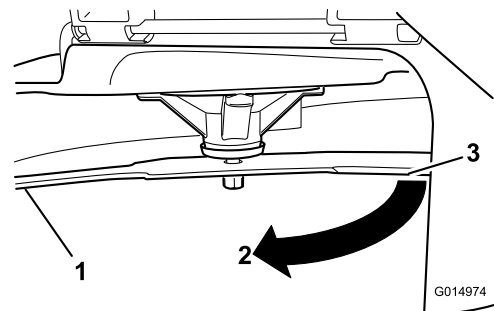

**Bild 61**
2. Tragen Sie dicke Handschuhe oder andere angemessene Handschuhe und drehen Sie das Messer langsam in eine Stellung, in der das Messen des Abstands zwischen der Schnittkante und der ebenen Fläche der Maschine möglich ist (**Bild 61**).